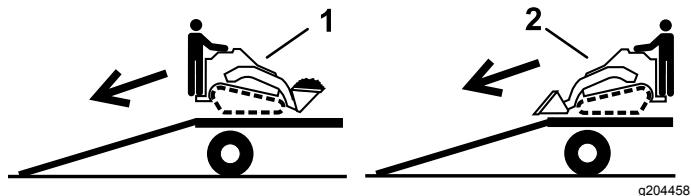

図 32
2. 機体の前後のうち重い方を上登り側にし、荷を低くして降ろす図 32。